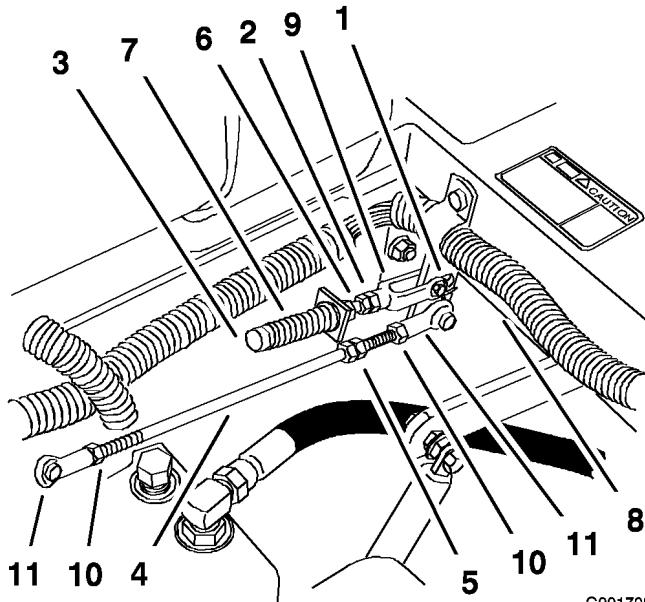

Figura 63
1. Afloje las contratuerças de la articulación esférica de la varilla de control de la bomba (Figura 63).
3. Ajuste la longitud de la varilla de la bomba girando las tuercas dobles de la varilla, en el sentido apropiado, hasta que la rueda quede estacionaria o se mueva muy lentamente en marcha atrás (Figura 63).
6. Apriete las contratuerças de las articulaciones esféricas (Figura 63).